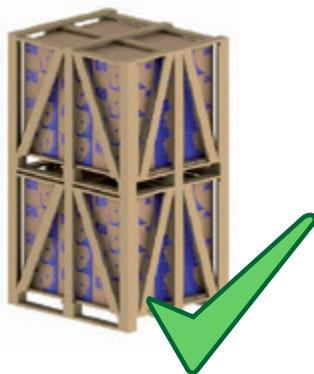
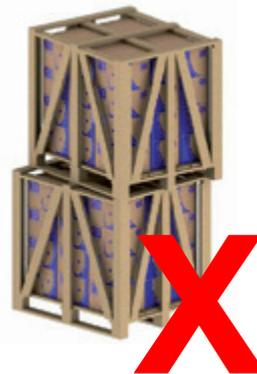

Figure 5.1 – Empilage correct
Figure 5.2 – Empilage incorrect
- 2) Alignez l'emballage correctement (voir la figure 5.1 et la figure 5.2).